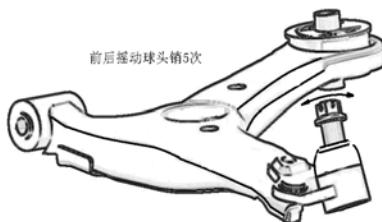

图 5.1-16
④ 检查下摆臂总成
- a. 如图 5.1-16 所示, 在安装螺母前, 前后摇动球头销螺栓 5 次。